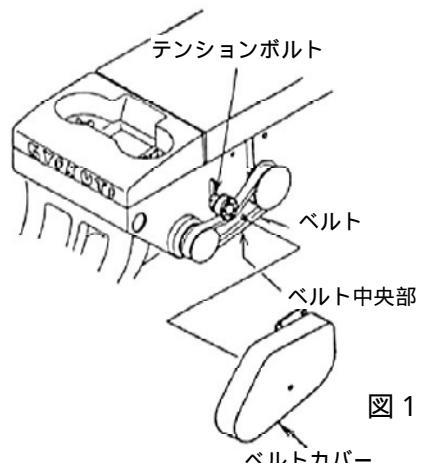

図10
- [ 2 ] テンションボルトを緩め、適当なベルトの張り状態にして、テンションボルトを締めて下さい。(図10参照)